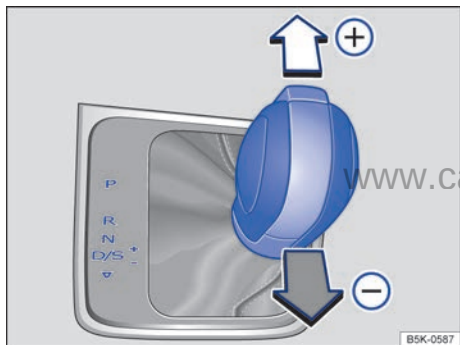

图 110 处于 Tiptronic 位置的变速杆
- 向前 ⊕ 或向后 ⊖ 轻推变速杆即可上下切速档 ⇒ 图 110。